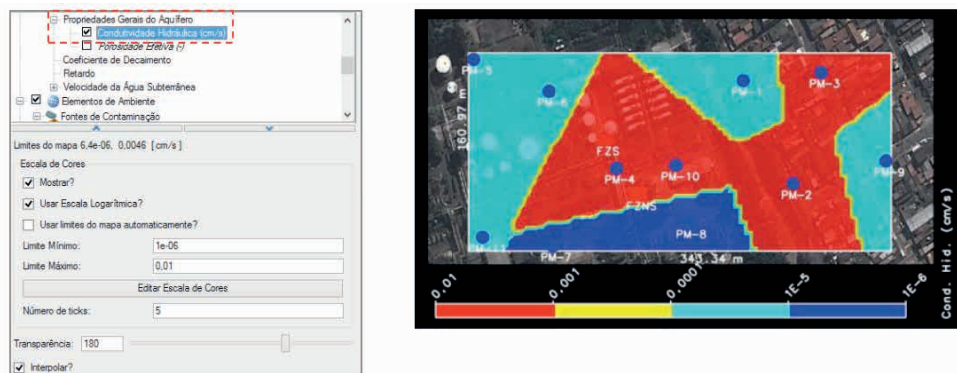

Figura 2.159 Mapa de Condutividade Hidráulica.
- **Mapa da Condutividade Hidráulica:** considera a heterogeneidade do aquífero a partir de diferentes valores de condutividade hidráulica inseridos nos pontos de análise, criando o mapa pelo método do vizinho mais próximo (Figura 2.159).